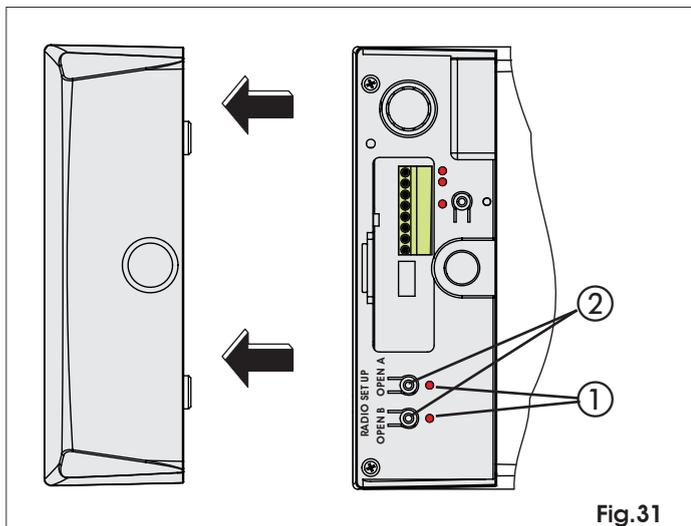

Fig.31
- 2) Appuyer, pendant 1 seconde, sur le bouton-poussoir OPEN A ou OPEN B. (Fig. 31 ref. ②) pour mémoriser respectivement l'ouverture totale ou l'ouverture partielle.
- 3) La LED correspondante (Fig. 31 ref ①), commence à clignoter lentement pendant 5 s.
- 4) Appuyer, pendant 1 seconde, sur le bouton-poussoir OPEN A ou OPEN B (Fig. 31 ref. ②), pour mémoriser respectivement l'ouverture totale ou l'ouverture partielle.
- 2) Appuyer, pendant 1 seconde, sur le bouton-poussoir OPEN A ou OPEN B (Fig. 31 ref. ②) pour mémoriser respectivement l'ouverture totale ou l'ouverture partielle.